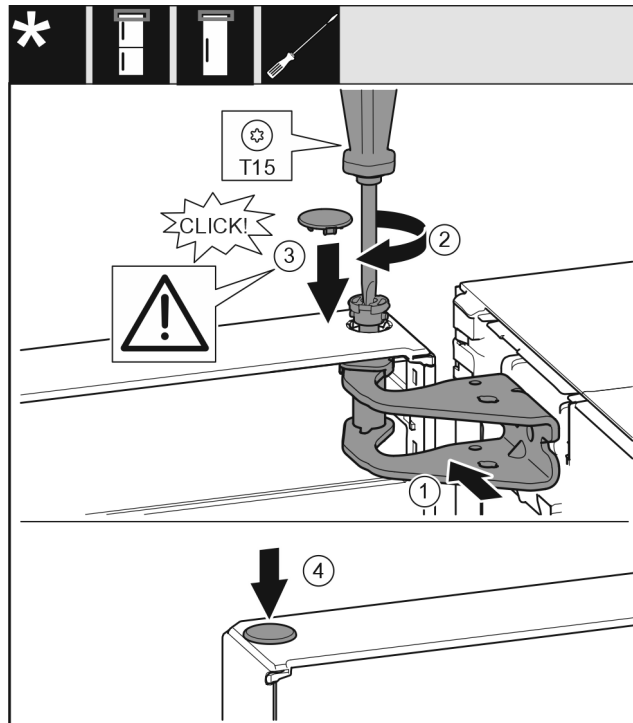

Fig. 15
- ▶ Регулирайте вратата горе спрямо отвора в лагерната стойка. Fig. 15 (1)
- ▶ Поставете болта и затегнете здраво с отвертка T15. Fig. 15 (2)
- ▶ Монтаж на предпазния капак за осигуряване на вратата: Поставете предпазния капак и проверете дали той е допрян до вратата. В противен случай поставете изцяло болта. Fig. 15 (3)
- ▶ Поставете тапата. Fig. 15 (4)